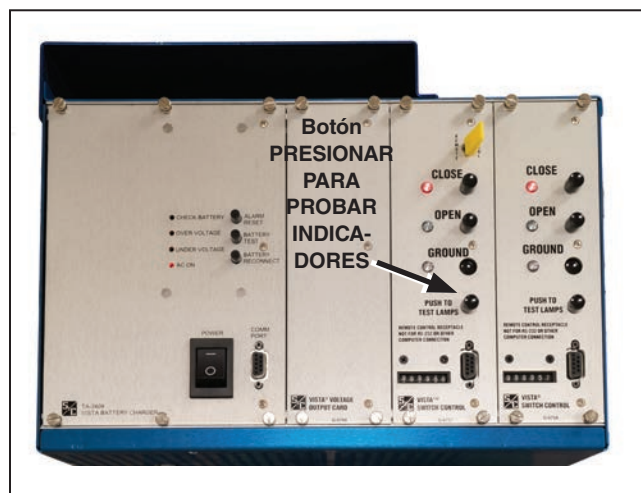

Figura 72. Probar los LED y llevar a cabo las operaciones de prueba.
PASO 2. Verifique que todos los indicadores LED funcionen presionando el botón pulsador de **PRESIONAR PARA PROBAR INDICADORES** de cada tablero de control. Ver Figura 72.